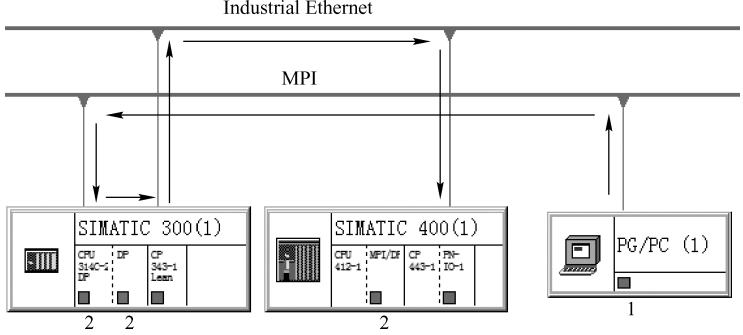

图 8-8 路由功能应用实例
9) 路由器 (Router, 转发者): 所谓路由就是指通过相互连接的网络把信息从源地点移动到目标地点的活动。一般来说, 在路由过程中, 信息至少会经过一个或多个中间节点。路由器是互联网的主要节点设备。如图 8-8 所示, 如果要把 PG/PC 的程序下载到 SIMATIC 400(1)中, 必然要经过 SIMATIC 300(1)这个节点, 这实际就用到了 SIMATIC 3004 的路由功能, 图中的箭头展示了下载信息的流向。